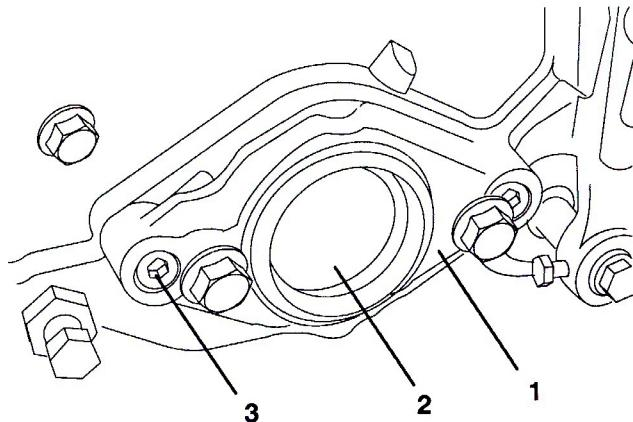

図15
- C. カッティングユニット右側のベアリングハウジングについているプラスチック製のプラグを外す (図15)。
- D. カッティングユニットの左側でモータ取り付け部を固定している六角ネジ (2本) を取る。モータ取り付け部を取り外す (図15)。